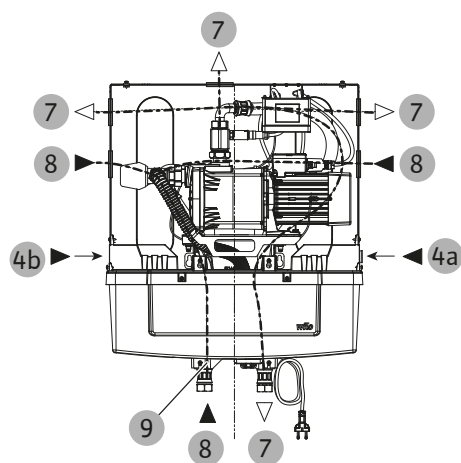

Fig. 14: Raccordements hydrauliques
- Raccordement pour la distribution de l'eau de fonctionnement (manchon G 1") (Fig. 14, pos. 7).
- Tuyau d'eau du robinet (G 3/4") (Fig. 14, pos. 4 ou chapitre Rotation du raccordement de l'eau du robinet [► 87] pos. 4a ou 4b)
Il est vivement recommandé de combiner un tuyau flexible et une vanne d'arrêt pour effectuer le raccordement. Le raccordement pour la vanne de réalimentation (Fig. 14, pos. 4) doit comporter un joint plat et un manchon.
- Conduite d'aspiration du réservoir (manchon G 1") (Fig. 14, pos. 8)
- Relier le raccordement de trop-plein (Fig. 14, pos. 9) pour petites fuites au tuyau de trop-plein (à fournir par le client, diamètre intérieur Ø 19-21 mm) (Fig. 2, pos. 29)
L'arrivée d'eau du robinet (Fig. 1, pos. 4) est montée de série sur le côté droit (Fig. 14, pos. 4a) de la bêche de stockage. Pour faciliter l'installation, il est possible de la monter sur le côté gauche (Fig. 14, pos. 4b).